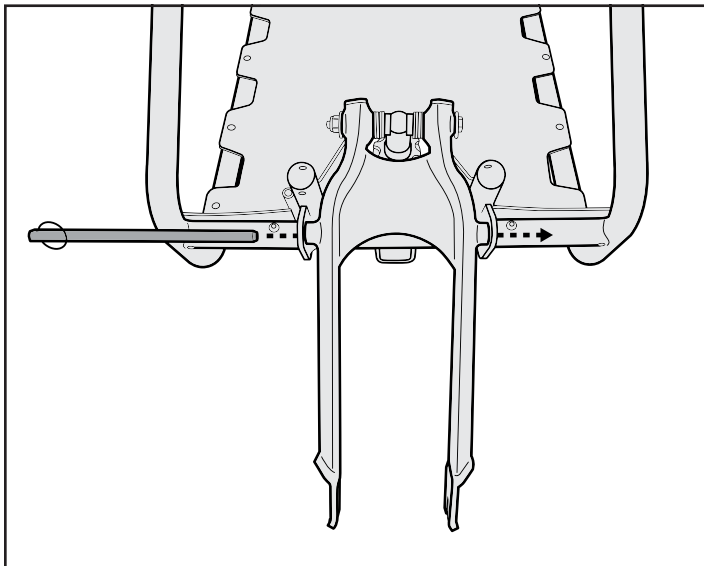

Figure 2
2. With the holes lined up, slide the Rear Fork retaining pin through the holes to secure the fork in position. (Figure 2)
2. Schieben Sie bei ausgerichteten Löchern den Haltestift der Hinterradgabel durch die Löcher, um die Gabel zu sichern. (Abbildung 2)
2. Une fois les orifices alignés, enfiler la tige de retenue de la fourche arrière dans les orifices pour sécuriser la fourche arrière (Figure 2).